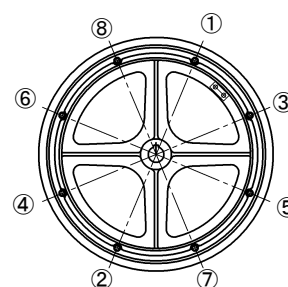

図2 六角ボルト締付け手順
- ⑤ 図2を参考に対角線上の六角ボルトを順番に締付けトルク10N・m(102kgf・cm)程度で仮締めし、ゴムリングがはみ出していないことを確認してください。17.2～27N・m(175～275kgf・cm)となるまで、均等の締付けトルクで六角ボルトを締めてください。
六角ボルトを一箇所ずつ本締めするなど、無理な締付けをするとひび割れ等の原因となりますので必ず数回に分けて図2の締付け手順で、締付けを行ってください。